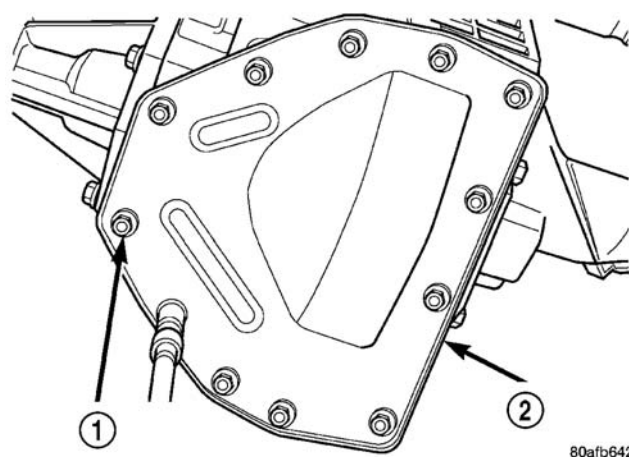

图 207 差速器盖螺栓
(18)安装和拧紧盖与壳体连接螺栓至 $19\text{N} \cdot \text{m}$ (165in.lbs.)（图 207）。